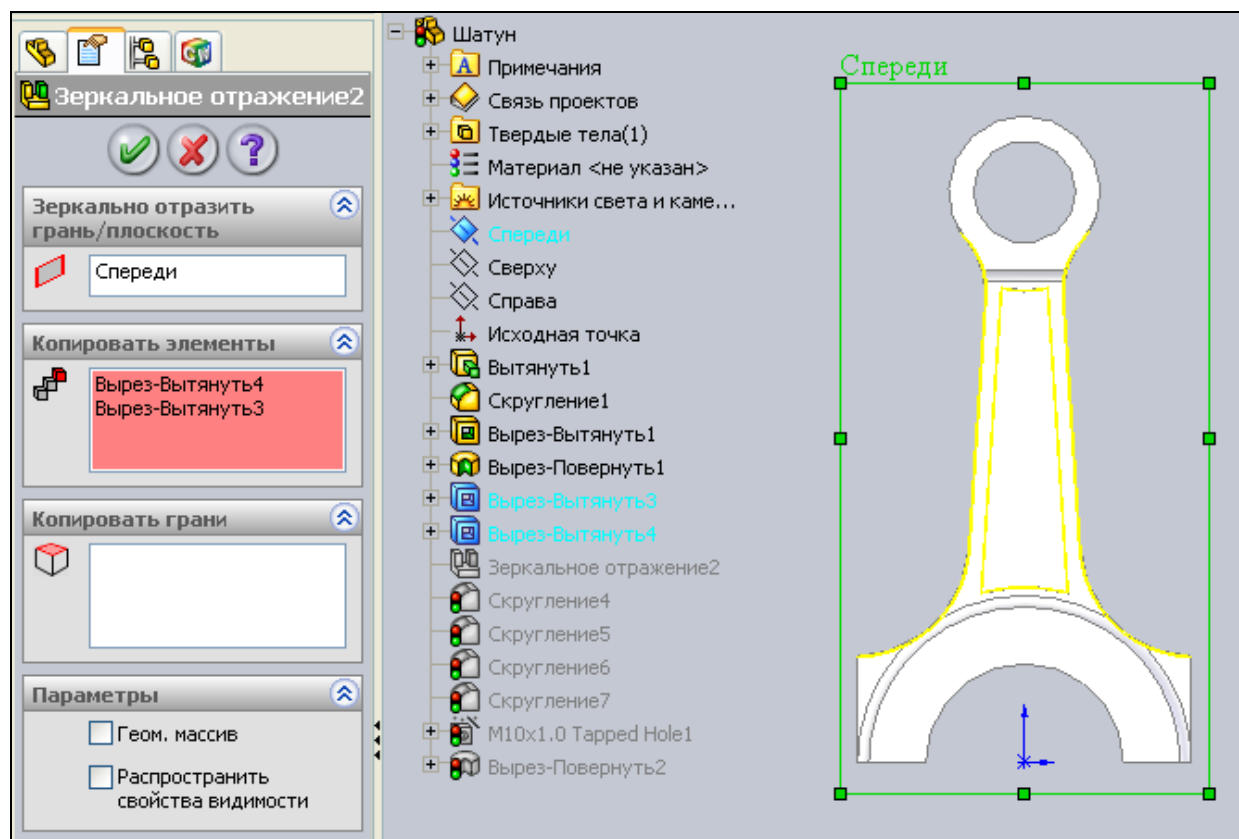

Рис. 2.36. Использование команды **Зеркальное отражение**
9. Сейчас шатун имеет вырез в центре стержня и уклон снаружи только с одной стороны. Чтобы сделать аналогичные вырезы и уклоны с другой стороны, воспользуемся инструментом зеркального отображения. Для этого вызовите команду  — **Вытянутый вырез** из панели инструментов **Элементы** или из главного меню **Вставка | Массив/Зеркало | Зеркальное отражение**. В **Менеджере свойств** откроется диалоговое окно **Зеркальное отражение** (рис. 2.36), в котором сначала щелкните мышью в поле  вкладки **Зеркально отразить грань/плоскость** и затем щелкните в **Дереве Конструирования** по элементу **Спереди** – таким образом будет указано, что зеркальное отражение необходимо проводить относительно этой плоскости. Далее щелкните в поле  вкладки **Копировать элементы** и затем укажите в **Дереве Конструирования** элементы, которые требуется отразить (на рис. 2.36 этими элементами являются **Вырез-Вытянуть3** и **Вырез-Вытянуть4**). После выполнения всех манипуляций нажмите кнопку **ОК** .